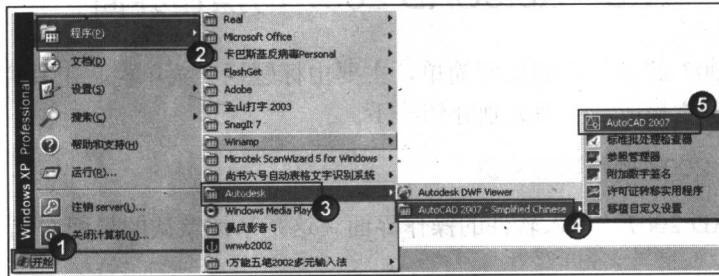

图 1-1 从“开始”菜单中启动 AutoCAD 2007
单击“开始/程序/Autodesk/AutoCAD 2007-Simplified Chinese/AutoCAD 2007”菜单项，这样就可以启动 AutoCAD 2007，参见图 1-1 所示的第①、②、③、④、⑤步。